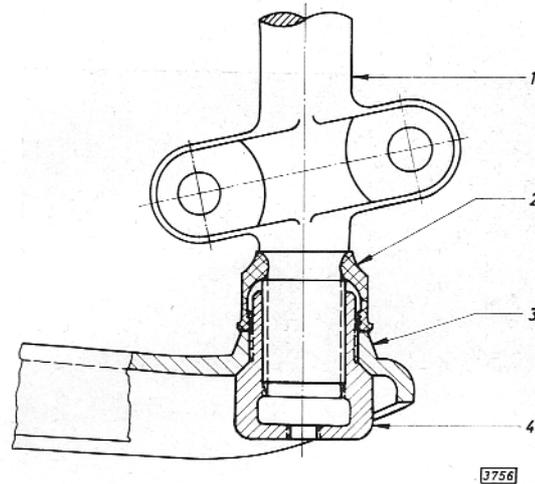

Bild 31 - Anordnung der Vulkollan-Tülle
1. Auf untere Lenkerachse Vulkollan-Tüllen, wie in Bild 31 gezeigt, aufschieben.
4. Die Vulkollan-Tüllen sollen, wie in Bild 31 gezeigt, am Lenkerbund anliegen.